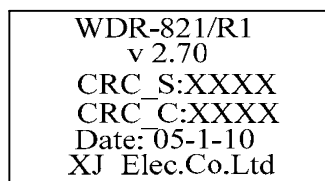

图 7-19 装置版本信息
7.2.10 “版本”：用于显示装置软件版本信息及 CRC 校验码，如图 7-19。